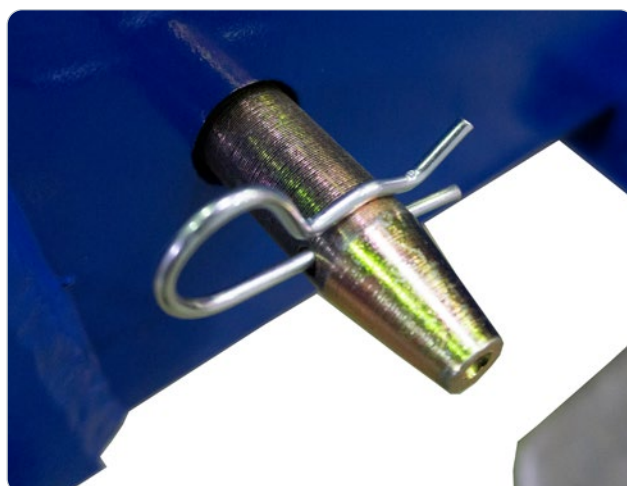

Figura 2
6. Agora ajuste a posição desejada do braço telescópico, tendo em conta as capacidades, e fixe-o com o parafuso de bloqueio (Figura 2).